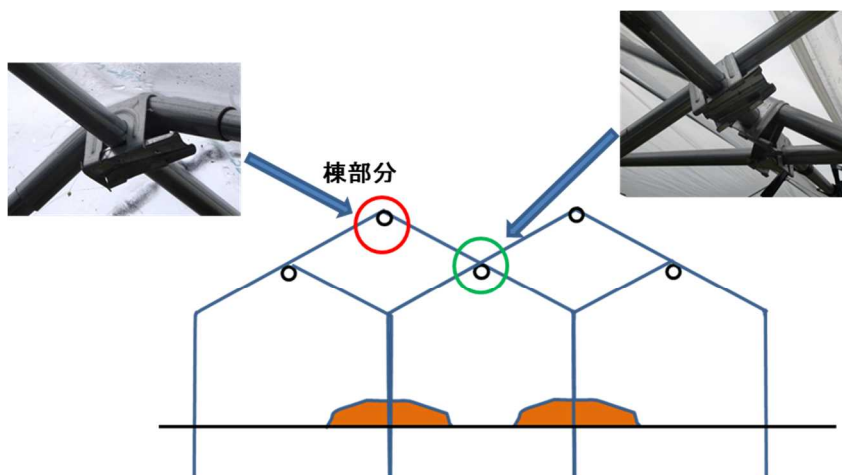

図22 アーチパイプの縦方向の連結
- ・ 250cm 毎に印をした直管パイプの連結を外しながら、順にアーチパイプを棟部に持ち上げ、印を付けたところでトップクロスワンで固定する。この時、直管パイプが抜けないう、連結したらすぐにビス止めする。（図 22）
- ・ アーチパイプが交差する位置の下側に直管パイプを通し、2本のアーチパイプにクロスワンで固定する。この時も、直管パイプが抜けないう、連結したらすぐにビス止めする。（図 22）